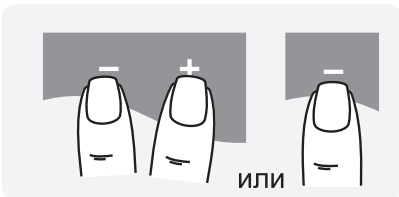

Рис.19
2. Зоной «+» или «-» изменить режим (рис. 19).